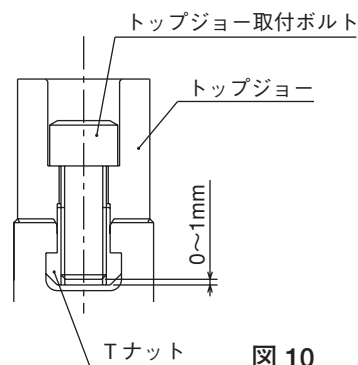

図 10
- ジョー取付ボルトの T ナットに対するねじ込み深さが浅いと、T ナットが破損し、ジョーや工作物が飛散して危険。取付ボルトが長すぎてT ナット底面から突き出ている場合も、トップジョーが固定されないため、ジョーや工作物が飛散して危険。従って、ジョー取付ボルトの全長はTナットの底面より0~1mm程度とすること。(図10参照)